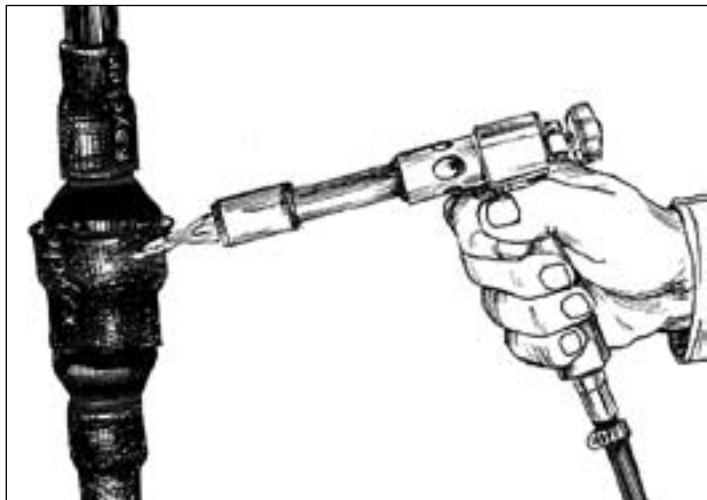

Рис. 4.15. - Герметизация среднего стыка
**4.4.3.** Далее производят герметизацию среднего стыка трубкой ТУТ 63/19 (ТУТ 70/26) (Рис. 4.15). Предшествующую операцию и эту нужно производить по возможности быстрее, т.к. уже идет процесс расширения герметика. Допускается ускорение охлаждения загерметизированных стыков мокрой ветошью.